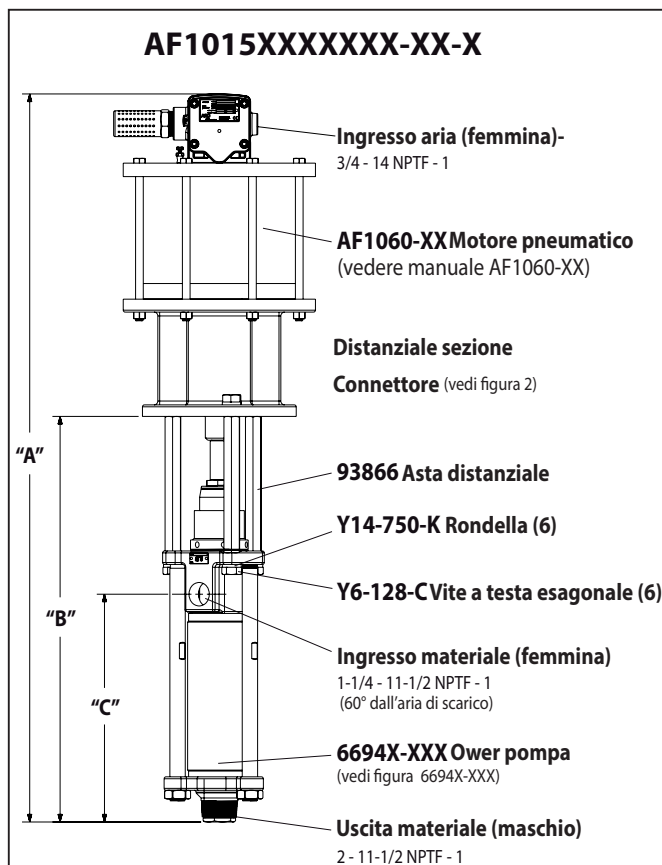

Figura 1
2. Retirer les trois vis (Y6-128-C) et la serrure (Y14-750-K) Rondelle da tre aste distanziali (vedi figura 1).